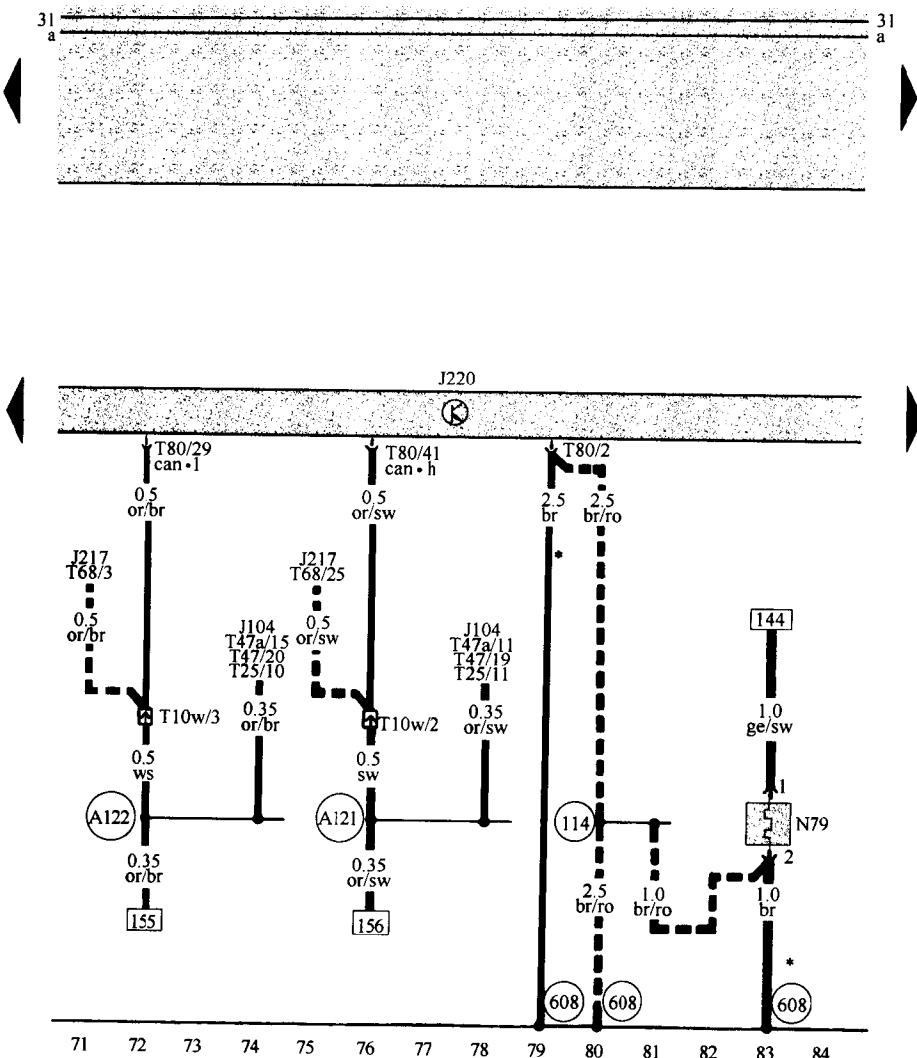

图 1-3 加热单元电路图
(3) 多点喷射控制单元, 加热元件(曲轴箱通风口)(如图 1-3 所示)